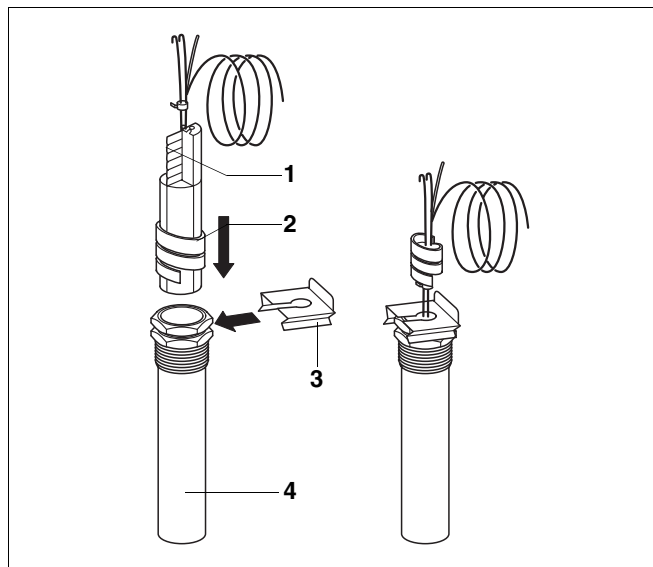

Fig. 17 Isætning af kunststofspiralen i følerlommen
- Kunststofspiralen (fig. 17, **pos. 2**) – der holder følerne sammen – skubbes automatisk tilbage ved indføringen.
For at sikre at der er kontakt mellem følerlommen (fig. 17, **pos. 4**) og føleroverfladerne, og at temperaturen dermed overføres sikkert, skal udligningsfjedrene (fig. 17, **pos. 1**) mellem følerne være skubbet ind.